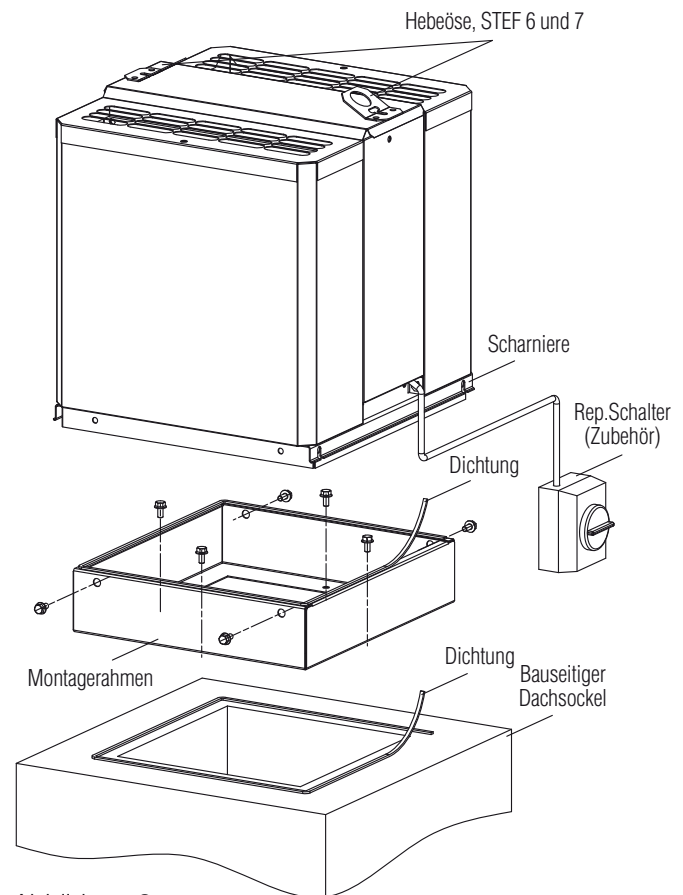

Abbildung 2
1. Befestigen Sie die Dichtung an der Einfassung des Dachsockels. Abbildung 2.
3. Befestigen Sie die mit dem Dachventilator gelieferte Dichtung am oberen Rand des Installationsrahmens. Fig. 2.
4. Heben Sie den Dachventilator auf den Installationsrahmen und führen Sie die Installation wie oben, auf die Dachdurchführung BOGA, Fig. 2.